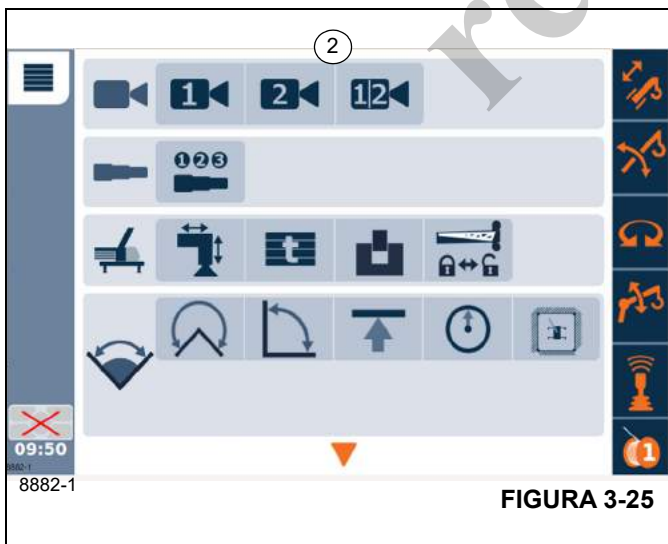

FIGURA 3-25
Después de oprimir un botón en el tablero de control del CCS, se muestra el menú principal (2), (Figura 3-25).